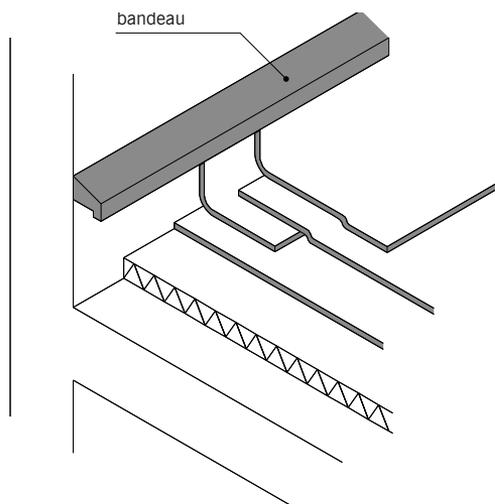

fig. 4.19
■ Le **bandeau saillant** (fig. 4.19) : petit ouvrage en saillie sur un mur ou un acrotère haut empêchant les infiltrations d'eau derrière le relevé d'étanchéité.